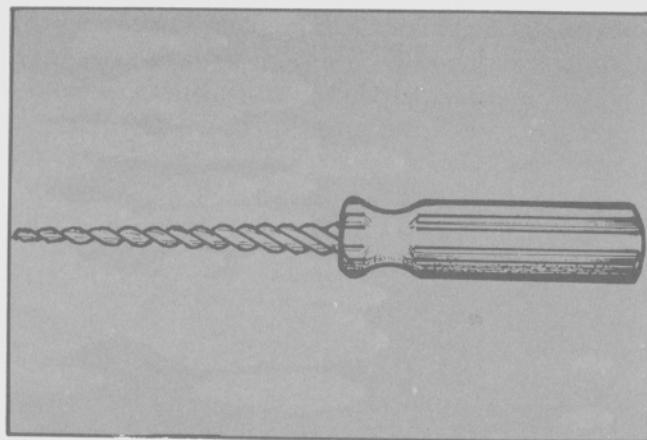

Fig. 27 Herramienta adecuada
- Si la reparación se está efectuando en una rotura entre 2 y 6 mm de ϕ se deberá cementar el orificio con una herramienta adecuada con movimientos pasantes y repetidos (Fig. 27).